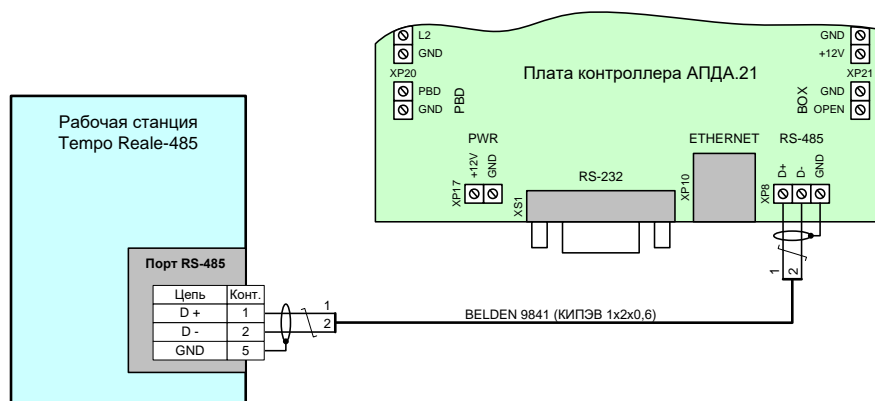

Рисунок 20
Схема подключения контроллера к компьютеру (PC) по интерфейсу RS-485 отображает Рисунок 20.